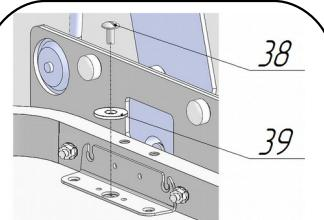

Рис.9.3 Регулировка положения щитов
**Шайбу подложить под головку винта.** Привести кровать в вертикальное положение. Последующей регулировкой щитов обеспечить зазоры между стенками короба поз.41,42, верхней панелью поз.44 и щитами декоративными поз.40 и 40А—5 мм (рис.9.4 и 29), между панелью нижней поз.43 и щитами декоративными поз.40 и 40А—10 мм (рис.9.4 и 29). Регулировку щитов произвести следующим образом: привести кровать в горизонтальное положение, ослабить винты M6x13 поз. 38 (рис.9.3). Сместить декоративные щиты в необходимом направлении. Затянуть винты M6x13 поз. 38. При необходимости повторить операцию выравнивания.